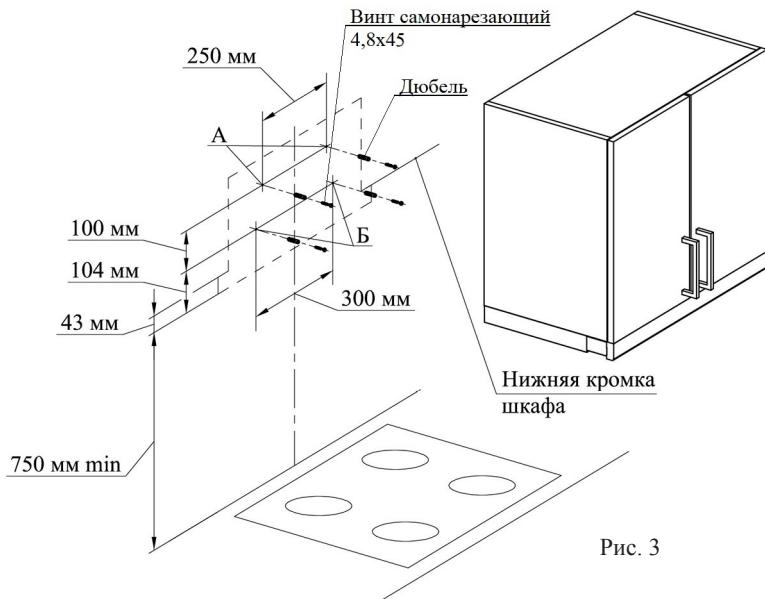

Рис. 3
- 6.2 Определите расстояние между нагревательной поверхностью плиты и воздухоочистителем и отметьте на стене нижний габарит воздухоочистителя. Прибавив 43 мм (рис. 3), Вы определите положение нижней кромки шкафа.
- С учетом установочной высоты и центральной линии разметьте на стене отверстия (А и Б) (рис. 3).
- В отверстия вставьте дюбели согласно рис. 3 и по отверстиям А заверните не до упора два винта самонарезающих 4,8x45, на которые навесьте воздухоочиститель со снятыми фильтрами.